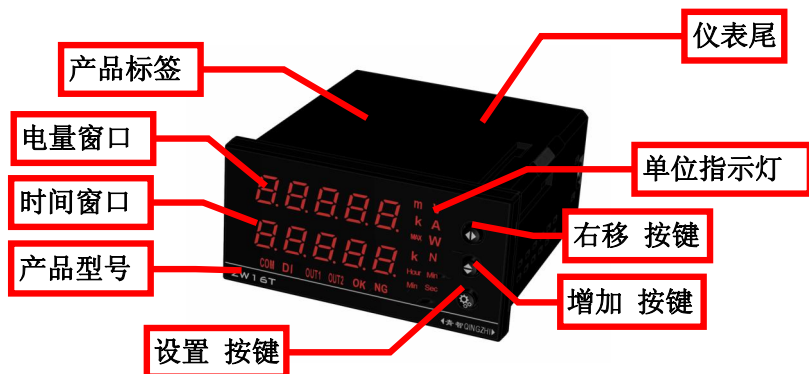

图 2 ZW1622A/W 仪表图示
3.1 ZW1622A/W 计时器外观相同、操作按键相同、数据显示窗口相同，请参照图 2 说明：